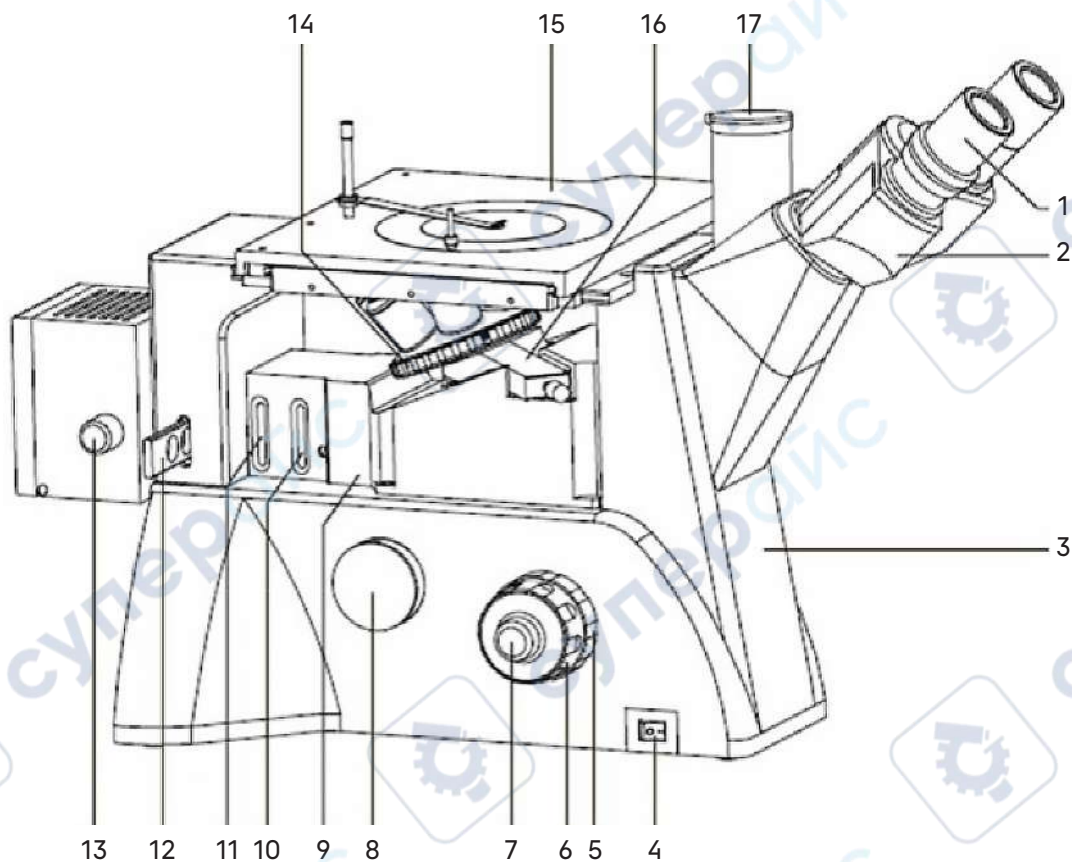
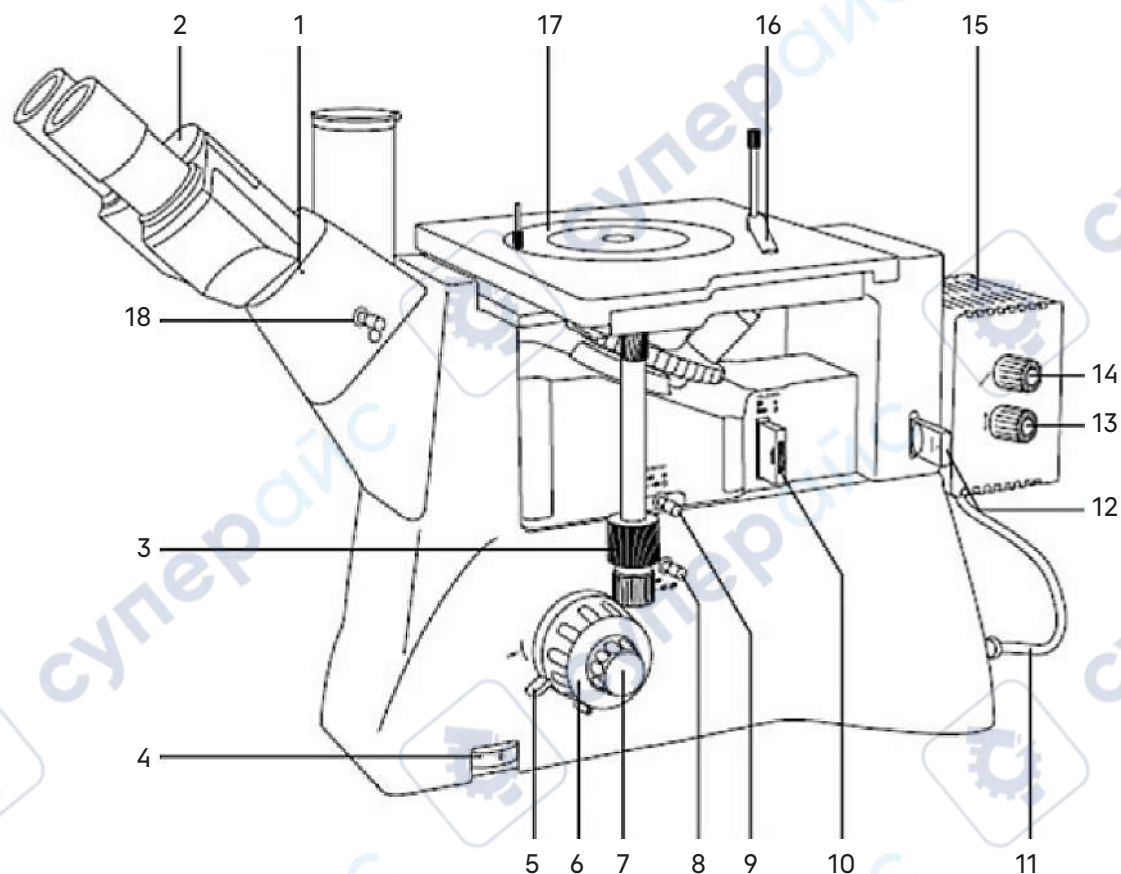

Рис. 1. Микроскоп MAGUS Metal V700 DIC. Вид слева
Рис. 2. Микроскоп MAGUS Metal V700 DIC. Вид справа
Общий вид микроскопа представлен на рис. 1 и 2.
На штативе 3 (рис. 1) закреплены:
- револьверное устройство 14 (рис. 1) с объективами;
- предметный столик 15 (рис. 1);
- тубусы визуальной насадки 2 (рис. 1);
- фонарь лампы 15 (рис. 2).
На левой боковой поверхности штатива расположен выключатель 4 (рис. 1) сетевого напряжения. В положении «—» включается, а в положении «0» выключается сетевое напряжение.
На правой боковой поверхности штатива расположен диск 4 (рис. 2) для регулировки напряжения питания источника света.
На левой боковой поверхности штатива расположен канал визуализации 8 (рис. 1) для установки камеры. Микроскоп укомплектован адаптером C-mount, который устанавливается в этот канал и закрепляется в нем винтом. На адаптер устанавливается камера. Камера служит для вывода изображения на экран компьютера или монитор/телевизор.
Фокусировка на объект осуществляется перемещением по высоте револьверного устройства с объективами. Грубая фокусировка производится вращением коаксиальных рукояток 6 (рис. 1, 2), расположенных по обеим сторонам штатива.
Тонкая фокусировка производится вращением рукояток 7 (рис. 1, 2), расположенных по обеим сторонам штатива. Тонкая фокусировка требуется для более точного фокусирования на объект и для подфокусировки микроскопа на резкость изображения при смене объективов и препаратов. Цена деления тонкой фокусировки – 2 мкм.
Механизм регулировки жесткости хода грубой фокусировки 5 (рис. 1) – кольцо между штативом и рукояткой грубой фокусировки с левой стороны. С помощью кольца регулируется жесткость хода грубой фокусировки так, чтобы жесткость была комфортной для пользователя, но при этом револьверное устройство с объективами не опускалось самопроизвольно во время работы.
Механизм блокировки грубой фокусировки 5 (рис. 2) расположен с правой стороны. После завершения грубой фокусировки рекомендуется перевести рычаг в крайнее положение в направлении по часовой стрелке. Таким образом закрепится положение грубой фокусировки для быстрой рефокусировки после смены препарата.
Тринокулярная визуальная насадка обеспечивает визуальное наблюдение изображения объекта. Насадка закреплена на штативе 3 (рис. 1). В гнездо насадки устанавливается блок окулярных тубусов 2 (рис. 1) и закрепляется винтом 1 (рис. 2). При установке поверните тубусы вверх или вниз для удобства наблюдения.
Изменение межзрачкового расстояния в насадке осуществляется разворотом окулярных тубусов в пределах 48–75 мм. Значение расстояния, установленного в соответствии с глазной базой наблюдателя, отсчитывается по шкале 2 (рис. 2) на насадке.
В вертикальный тубус 16 (рис. 1) корпуса визуальной насадки (канал визуализации) с помощью переходника C-mount устанавливается система визуализации с монитором. Переключение светового потока на вертикальный тубус производится рукоятками 8 (рис. 2) и 18 (рис. 2). Рукоятка переключения светового потока на вертикальный канал визуализации 18 (рис. 2) имеет два положения: 100/0 и 50/50.
В комплект микроскопа входят окуляры 1 (рис. 1). Окуляры имеют высокое положение выходного зрачка и предназначены для работы как в очках, так и без них.
Револьверное устройство 14 (рис. 1) обеспечивает установку пяти объективов. Смена объективов производится вращением револьверного устройства за конусную рифленую поверхность до фиксированного положения.
Встроенные полевая и апертурная диафрагмы отцентрированы в оптической оси на заводе-изготовителе и дополнительной центрировки не требуют. Если появится необходимость, диафрагмы можно отцентрировать регулировочными винтами. Раскрытие/заккрытие полевой и апертурной диафрагм производится вращением кольца 10 (рис. 1) и кольца 11 (рис. 1) соответственно.
Двухкоординатный механический предметный столик 15 (рис. 1) закреплен на штативе. Перемещение столика осуществляется рукоятками 3 (рис. 2).
На задней стенке штатива микроскопа находится соединительный переходник. На него устанавливается фонарь галогенной лампы 15 (рис. 1).
Регулировка положения лампы относительно оси осуществляется рукоятками 13, 14 (рис. 2).
Регулировка положения лампы относительно коллектора осуществляется рукояткой 13 (рис. 1).
Для проведения наблюдений в поляризованном свете микроскоп оснащен устройством простой поляризации, которое включает в себя съемные анализатор 9 (рис. 2) и поляризатор 10 (рис. 2). Поляризатор вращается в диапазоне 0–360°. Анализатор выполнен в виде пластины и не оснащен поворотным диском.
В комплект микроскопа входит слайдер со светофильтрами 12 (рис. 2). Слайдер имеет 5 положений: желтый, синий, матовый, зеленый фильтры, а также свободное отверстие. Светофильтры помогают правильно настроить цветопередачу в зависимости от образца исследования, улучшить цветовой баланс и повысить контрастность и яркость изображения.
Для проведения наблюдений методом ДИК микроскоп оснащен модулем ДИК 16 (рис. 1). Наблюдения проводятся с объективами 5х, 10х и 20х.